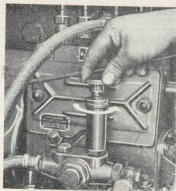

Fig. 33
- 1.º Desatornille el émbolo—a izquierdas—(fig. 33).